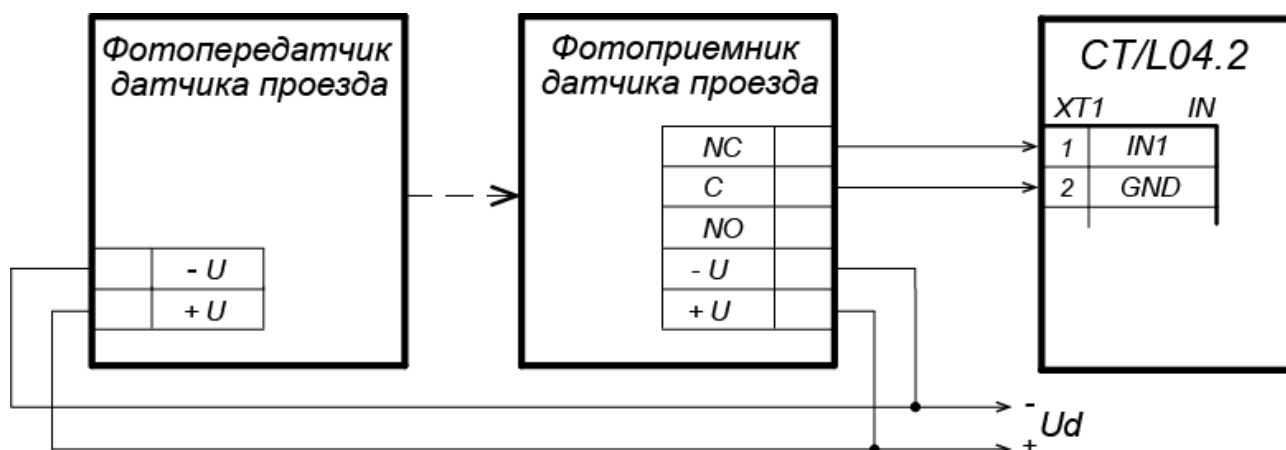

Рисунок 9. Схема подключения датчиков проезда
3. Датчик проезда подключается к клеммной колодке **ХТ1** нижней платы контроллера согласно схеме, представленной на рис. 9. Для подключения используйте тип кабеля №4 (см. табл. 5). При подключении нескольких датчиков их выходы включаются последовательно.